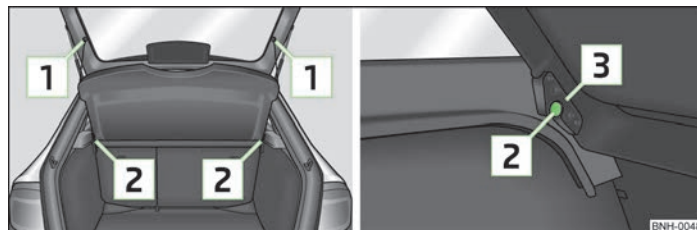

Fig. 41 Demontarea copertinei portbagajului
- Desprindeți benzile de susținere  » fig. 41.
- ▶ Poziționați elementele de prindere ale capacului [3] » fig. 41 peste elementele de susținere [2] pe capitonajul lateral.
- Elementele de prindere ale capacului [3] » fig. 41 trebuie să fie fixate în elementele de susținere ale capitonajului lateral [2].